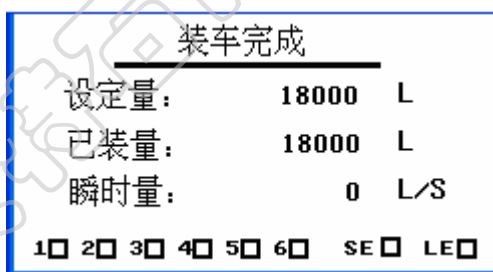

图 8：装车完成画面
(6) 在一般情况下为了防止可能装车液体溢出和控制装车精度需要用较小的流量来完成装车的最后几百升(或公斤)。当已装车量达到设定量减去提前量时，系统依次关闭阀门和装车泵，此后流出的液体刚好达到设定量。装车完成画面如图 8 所示，并在顶行提示装车完成，说明装车过程顺利完成。操作员按“确定”键返回输入设定量画面，开始为下一个装车过程。